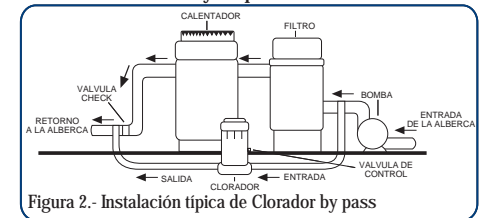

Figura 2.- Instalación típica de Clorador by pass
1. La conexión de entrada debe de ubicarse en la tubería, después de la bomba y antes del filtro. Ver Figura 2.